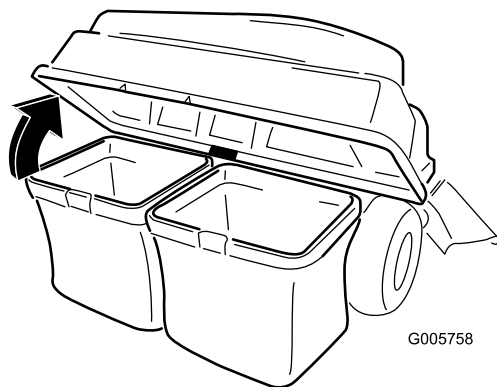

Figura 26
3. Alzate il coperchio del sistema di raccolta per aprirlo (Figura 26).